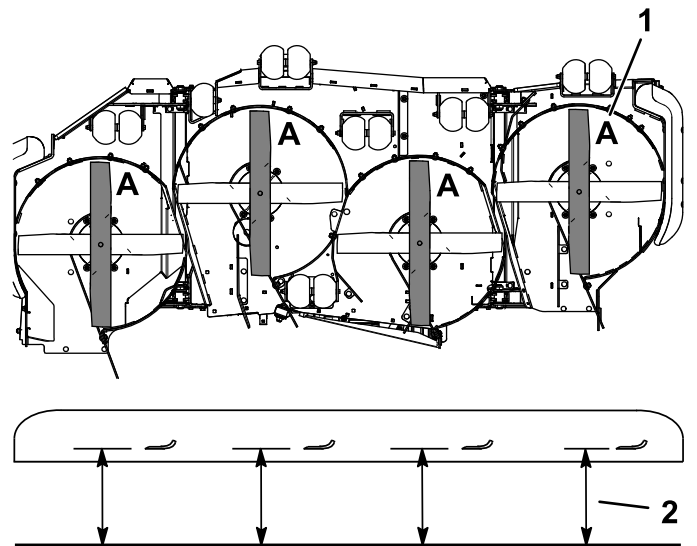

Figure 76
3. Tournez les lames dans le sens longitudinal (Figure 76).
4. Mesurez la distance entre la surface plane et le tranchant (position **A**) des lames (Figure 76).